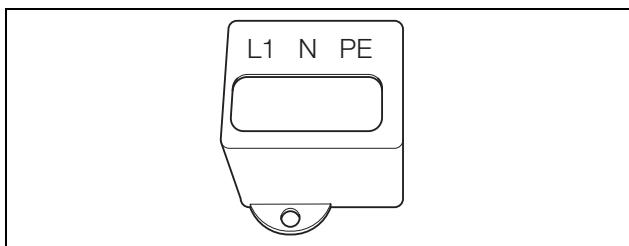

Abbildung 12: Versiegelungskappe für AC-Anschlussklemme
- Fädeln Sie die Versiegelungskappe (Abbildung 12) auf die Netzzuleitung. Die Versiegelungskappe ist in Italien vorgeschrieben.